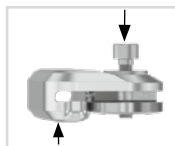

fig. 7
- 2 Posicione la arandela en la cubierta y atornille el tornillo de presión en la rosca del primer tornillo (T1; fig. 11). El tornillo de presión no debe estar completamente atornillado (fig. 7).